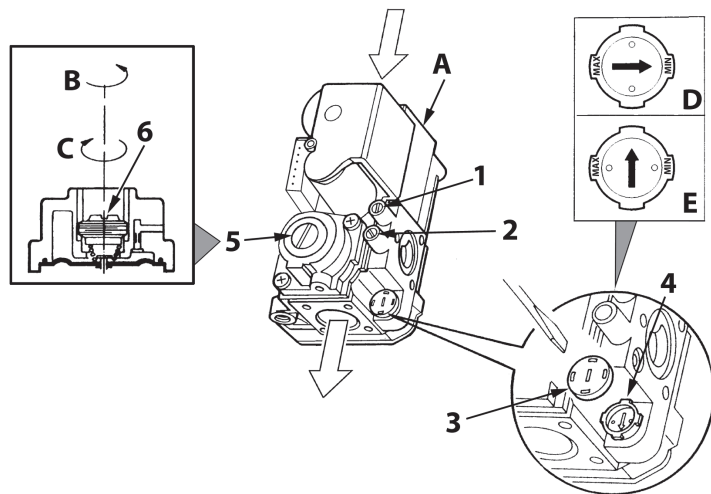

fig. 18 - Regulación de la presión
En las calderas PEGASUS D 45 K 130 es posible regular la capacidad térmica del hogar y en consecuencia la potencia térmica entregada al agua de calefacción, actuando únicamente en la regulación del quemador principal a través de la válvula de gas (véase fig. 18). Los diagramas del apartado cap. 5.2 indican la variación de la potencia térmica entregada al agua al variar la presión de funcionamiento del quemador. La adecuación de la potencia de la caldera a las exigencias de calefacción permite reducir las dispersiones y ahorrar combustible. Además, con la variación de potencia reglamentada por la normativa, las calderas mantienen casi inalterados los valores de rendimiento y las características de combustión.
1. Con un pequeño destornillador sacar el capuchón de protección 5 del operador secundario de la válvula de gas de fig. 18.
2. Conectar un manómetro a la toma de presión 2 (fig. 18), situada después de la válvula del gas, y poner el mando del termostato de la caldera en el valor máximo.
3. Regular la presión por medio del tornillo 6 (fig. 18) en el valor deseado, guiándose con los diagramas del apartado cap. 5.2.
2. Quitar el pequeño capuchón de protección 3 de la válvula de gas (fig. 18). Con un pequeño destornillador, regular el "STEP" de encendido para el gas deseado (G20-G25 posición D fig., o G30-G31 posición E fig. 18), y volver a poner, el capuchón.
- Purgar el aire presente en los tubos del gas por medio de la toma de presión 1 de la válvula del gas (fig. 18).